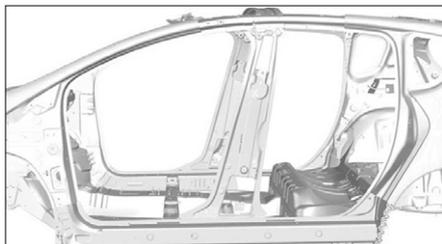

FIG. 78
- Appliquer un mastic de calage (Fig.78).